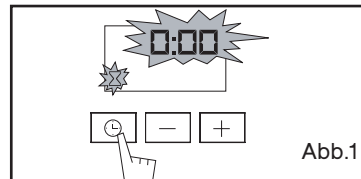

Abb.1
- Taste "⌚" (Abb.1) drücken, bis das Symbol des Kurzzeitweckers $\Sigma \rightarrow 0.00$ und eine kleine Sanduhr blinken.